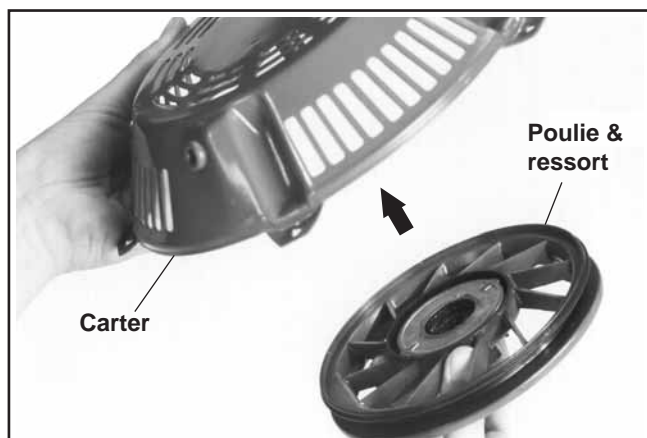

Figure 7-9. Installation de la poulie et du ressort dans le carter.
- Installer la poulie avec l'ensemble du ressort et de la fixation dans le carter du démarreur. Voir la figure 7-9.